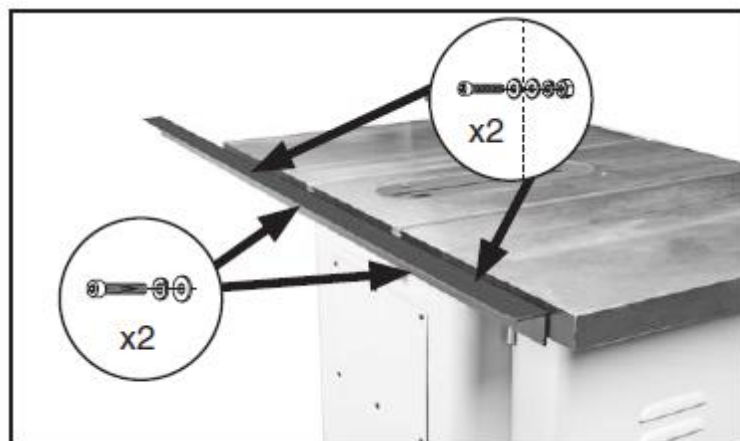

Рис. 17. Установленная задняя направляющая
12. Прикрепить заднюю направляющую с помощью отверстий на основном столе и двух винтов с шестигранным шлицем M10-1,5 x 25 с пружинными шайбами 10 мм и плоскими шайбами 10 мм, рис. 17. Проверить параллельность задней направляющей стола и под пазами поворотной головки перед окончательной затяжкой винтов.